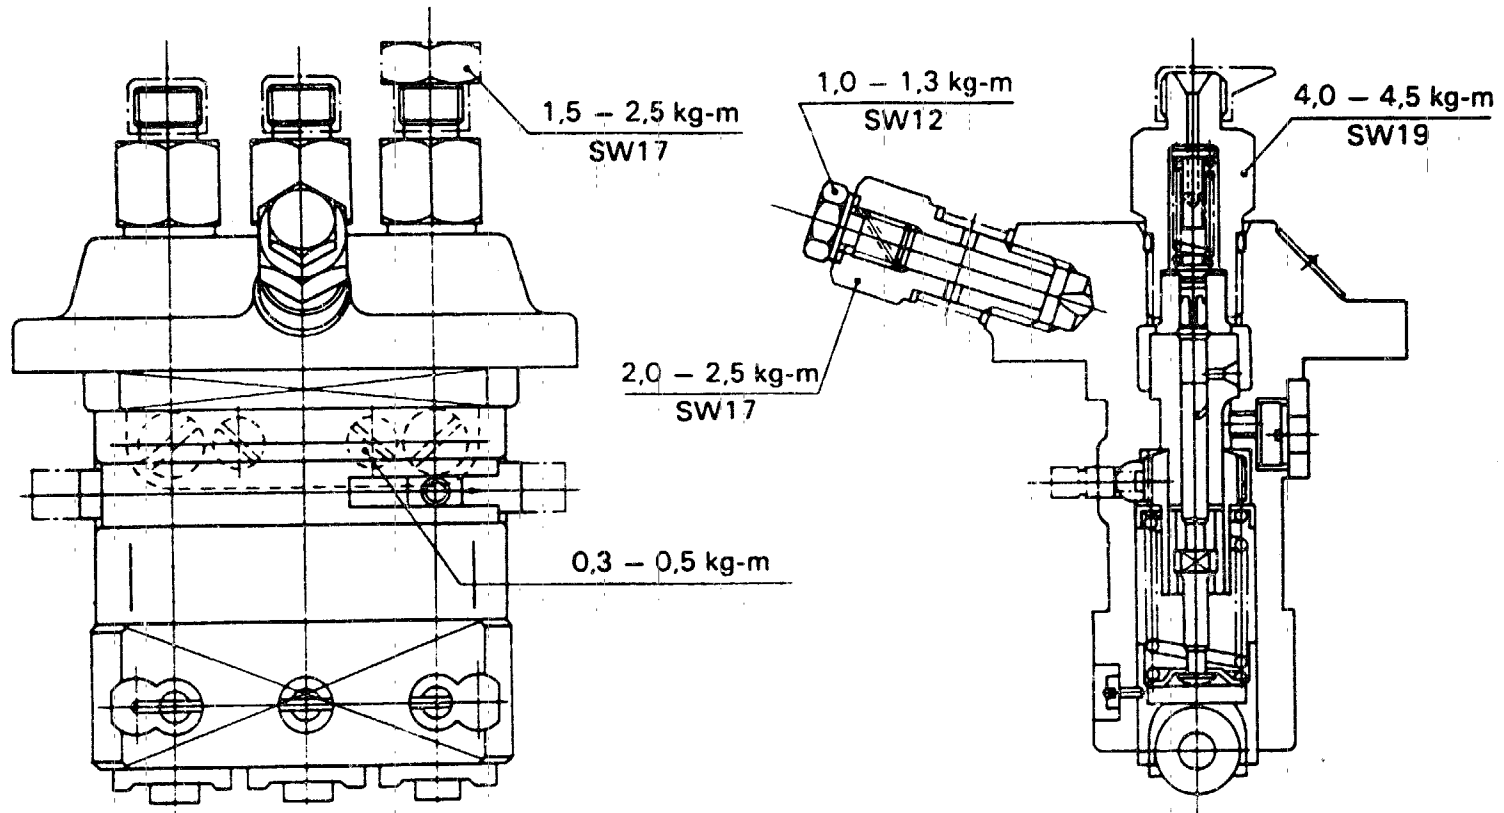

Fig. 107
- 6) Nach dem Einstellen prüfen, ob jede Schraube mit dem vorgeschriebenem Anziehdrehmoment festgezogen ist (siehe Bild 107).
- 6) After adjustment is complete, check that each screw is tightened to the specified torque. (See Fig. 107.)